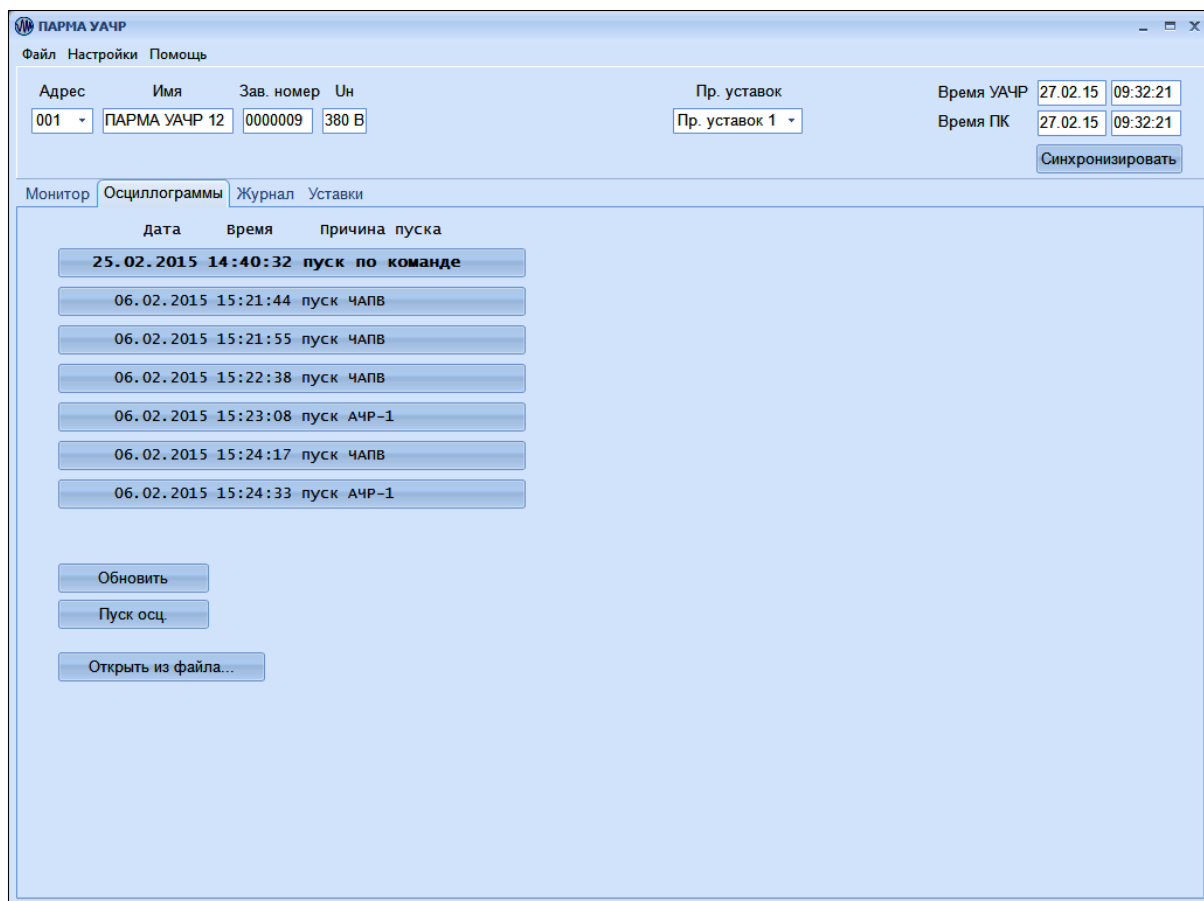

Рисунок 9 – Вкладка "Осциллограммы"
5.3.8.1 Вкладка "Осциллограммы" содержит список имеющихся в УАЧР записанных осциллограмм (рисунок 9). Для того, чтобы проверить наличие новых осциллограмм, следует нажать кнопку "Обновить". Для того, чтобы записать осциллограмму в текущий момент времени, следует нажать кнопку "Пуск осц."